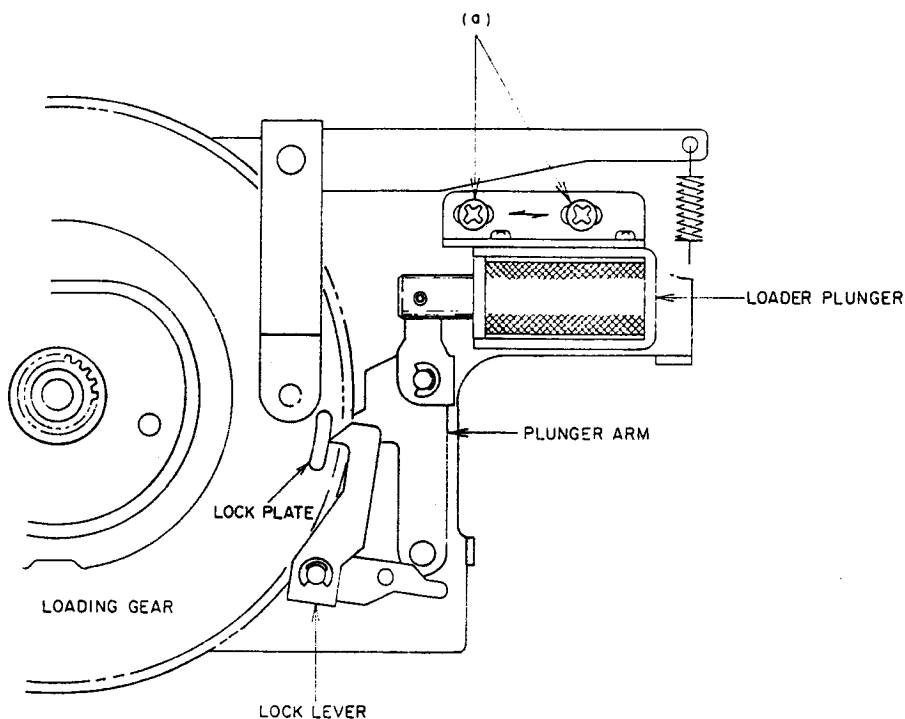

Fig. 36
5. LOADER PLUNGER POSITION ADJUSTMENT (Refer to Fig. 36)